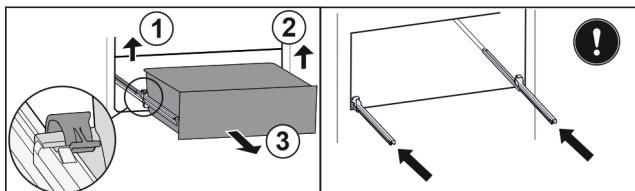

Fig. 126
- Повдигнете лявата скоба и едновременно с това изтеглете напред чекмеджето отляво. Fig. 126 (1)
- Повдигнете дясната скоба и едновременно с това изтеглете напред чекмеджето отдясно. Fig. 126 (2)
- Извадете чекмеджето напред. Fig. 126 (3)